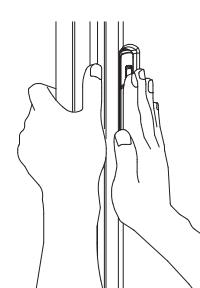

図 3
3. 扇を押さえ、取手を手のひら全体で本体側に押してください。(図 3)